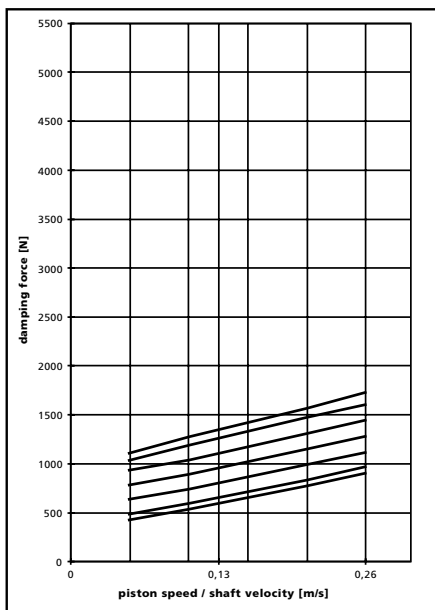

Abb. 8a, Fig. 8a
Wird eine große oder kleine Verstellung gewünscht, so läßt sich über das Flächenverhältnis des vorhandenen Ventiltellers die Größe des Leistungsunterschiedes nach Kundenwünschen optimieren (Abb. 8a und 8b).
*The desired adjusting range can be obtained and optimized by choosing the right spring and valve body combination to match customers' needs (Figs. 8a and 8b).*